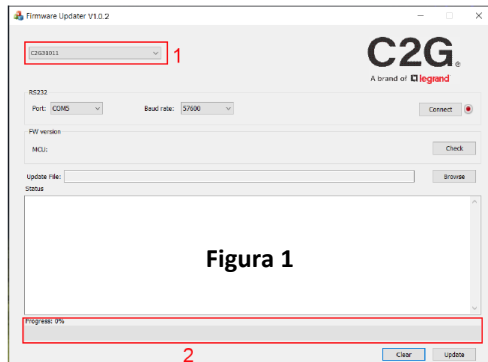

Figura 1
- 2 (ver Figura 1):** La barra de progreso mostrará el proceso de actualización.